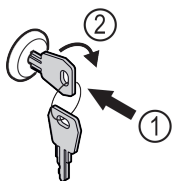

Fig. 91
- ▶ Sæt nøglen i Fig. 91 (1).
- ▶ Drej nøglen 90° med uret Fig. 91 (2).